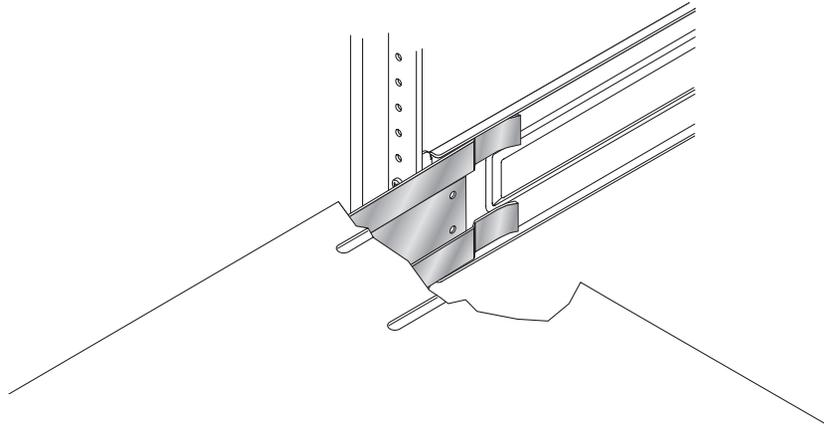

FIGURE 8 Insertion du support de fixation arrière de la baie dans le rail du châssis
1. **Soulevez la baie et alignez les bords recourbés du support de fixation arrière sur les rails du châssis (FIGURE 8).**